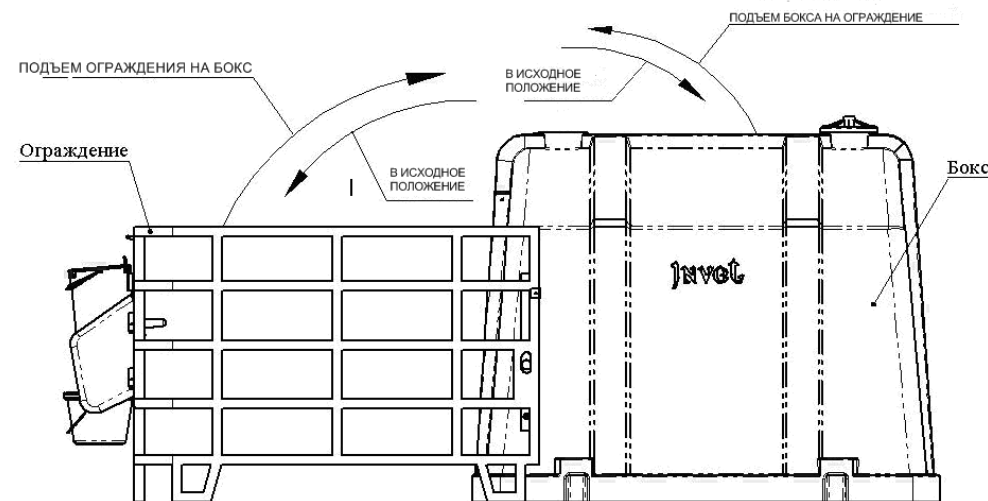
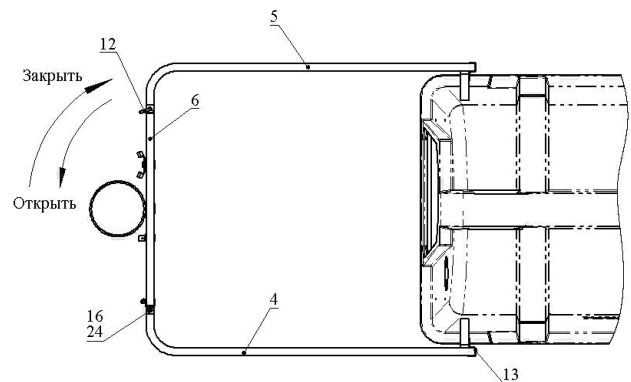

Рис.2 Манипуляции с ограждением и боксом при проведении санитарно-профилактических работ при уборке бокса.
Рис.3 Схема открытия и закрытия передней стенки ограждения бокса.
К кронштейнам (2) и (3) прикрепить правую (4) и левую (5) боковины ограждения (Рис.4) с помощью шайбы (14), болта (29). Задняя ножка боковины ограждения (4,5) должна стоять внутри ограничителей хода боковины (32,33), а скоба фиксатора боковины(13) должна войти в зацепление с кронштейном (2,3). Скоба фиксатора (13) поставляется в сборе с боковиной ограждения (Рис.3).
2. Переднюю стенку ограждения бокса (6) крепить с помощью штыря (12) (рис.3), продев через завесы, расположенные с боков передней стенки и передней части боковины с одной стороны, и пальцами (16) с другой стороны.
Ограждение бокса имеет свойство опрокидываться (подниматься за счет шарнирного соединения бокса и ограждения) для проведения профилактических и санитарных работ в процессе эксплуатации бокса (очистка отходов жизнедеятельности теленка, санобработка бокса). Для очистки помещения внутри бокса корпус (1) опрокидывается на ограждение бокса и производятся профилактические работы внутри бокса (Рис.2). Передняя часть ограждения (6) имеет функцию двери, для чего необходимо вынуть штырь (12) и открыть ее для проведения необходимых работ (частичная уборка, постановка теленка в бокс или вывод из бокса, при проведении профилактических работ) (Рис.3).